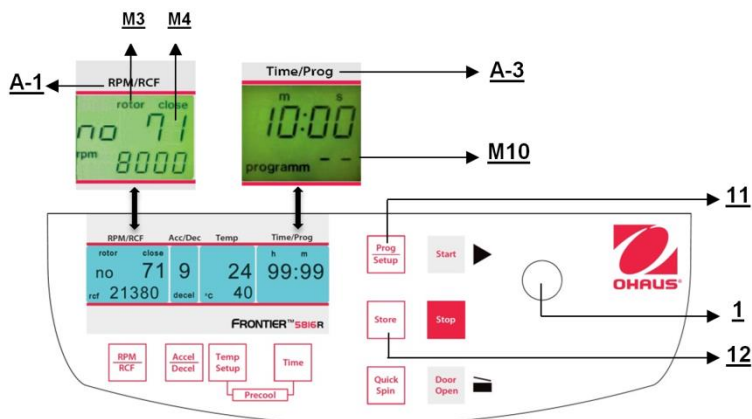

Figure. 25
Pour rappeler des programmes mémorisés, appuyer sur la touche **"Prog/Setup"** (11) (voir la figure 25) alors que le couvercle est déjà fermé. Sur l'affichage **"Time/Prog"** (A-3), le mot **"programm --"** (M10) apparaît. Le numéro de programme désiré peut être présélectionné avec le bouton de réglage (1). Sur les affichages respectifs, les valeurs mémorisées de ce programme apparaîtront. Si le rotor dans la centrifugeuse n'est pas celui correspondant au programme présélectionné, le mot **"rotor"** (M3) clignotera sur l'affichage **"RPM | RCF"** (A-1). Simultanément, le mot **"FALSE"** et le numéro du rotor mémorisé **"xx"** (M4) clignoteront alternativement.
Pour quitter le mode de programmation, appuyer simplement sur la touche **"Prog/Setup"** (11) (voir la figure 25). Sur l'affichage **"Time/Prog"**, le mot **"programm"** apparaîtra. Régler l'affichage sur **"programm--"** (M10) avec le bouton de réglage (1).